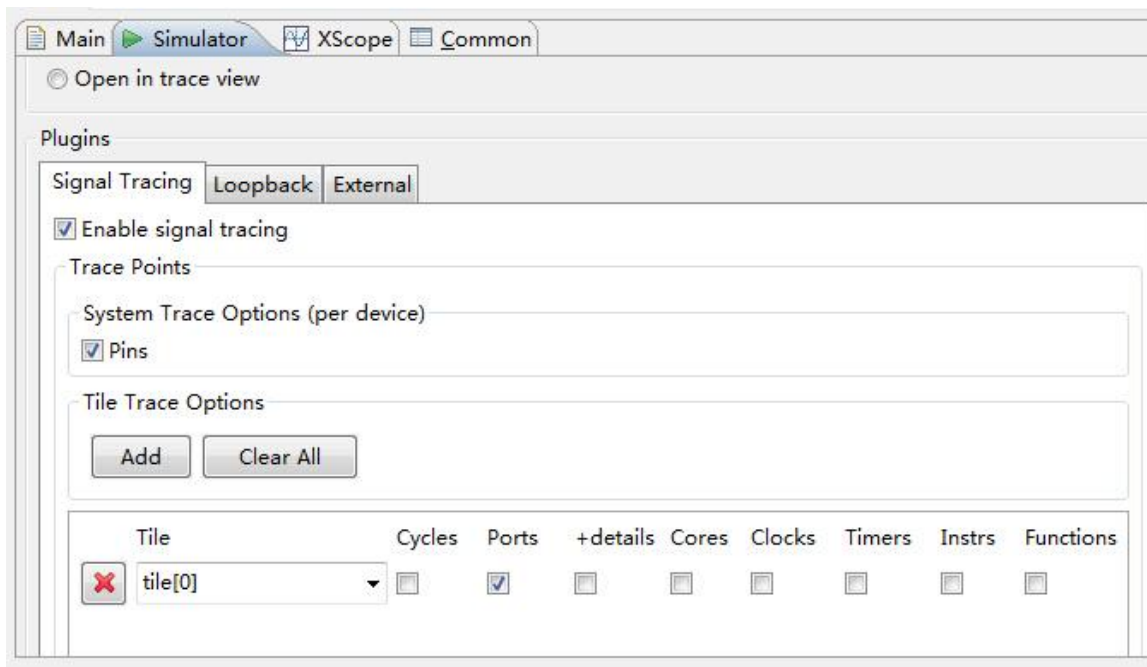

图 4
- 1>.如图 4 所示在 Simulator 主目录下 General 下不选，在 Tracing 下勾选 Disabled;